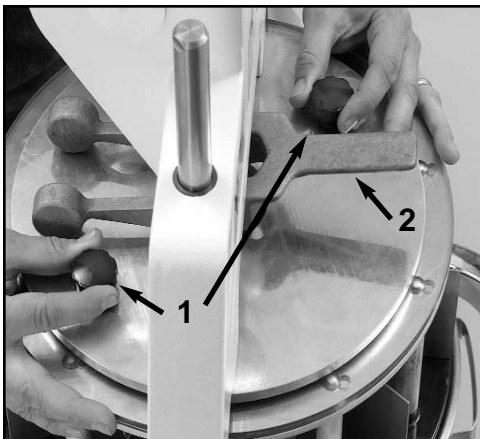
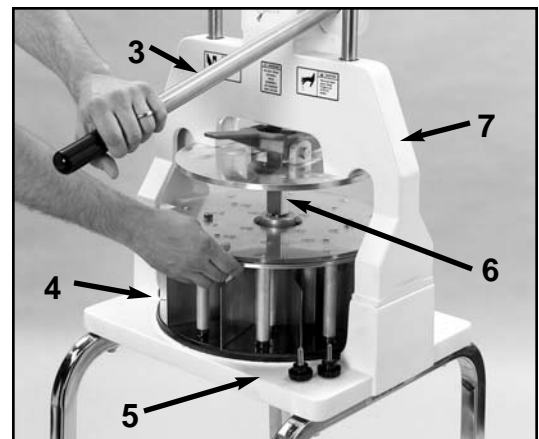

Figura 1
Figura 2
- Paso 1: Remueva la Cacerola y completamente afloje & remueva ambos **Bultos Negros** (Item 1, Figura 1).
- Paso 2: Empuje para abajo la **Palanca de Tropezo** con su mano izquierda (Item 2, Figura 1). Al mismo tiempo que detenga la **Palanca de Tropezo**, abaje la **Asa de Operación** con su mano derecha (Item 3, Figura 2) hasta la **Asamblea Superior** (Item 4, Figura 2) este acerca de 1/4 pulgadas de la Base (Item 5, Figura 2).
- Paso 3: Suelte la **Palanca de Tropezo** con su mano izquierda y agarre la **Asamblea Superior** (Item 4, Figura 2). Girando la **Asamblea Superior** 1/4 polegadas hasta que caiga en la Base (Item 5, Figura 2). Levante el **Asa de Operación** a posición completamente vertical.
- Paso 5: Lave el Marco de la máquina (Item 7, Figura 2) usando un paño húmedo y uno jabón ligero.
- Paso 7: Próximo paso, empuje para abajo la **Alavanca de Tropezo** con tu mano izquierdo (Item 2, Figura 1) y detenga. Mientras esta deteniendo la **Alavanca de Tropezo** abajo, estire el **Asa de Operación para abajo** con tu mano derecha (Item 3, Figura 1) hasta la clave (Item 6, Figura 2) abaje dentro de la abertura de la **Unidade Cortadora de Masa**. Puede ser que tenga que ajustar la alineación superior um poco para permitir que la clave abaje completamente dentro de la cabeza. (Asemblea Superior).